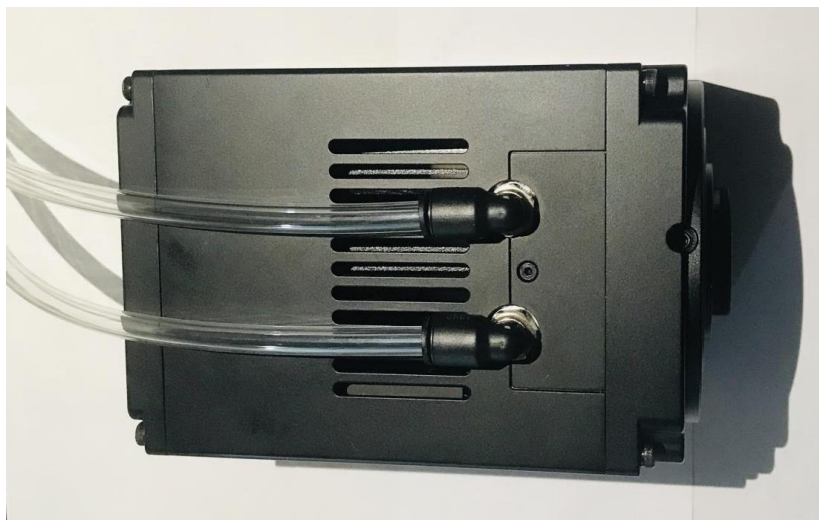

图 4-2
- (1) 将相机放置于平稳的工作台上；
- (2) 将水冷管连接到相机上面的水管接头上，确保插入到位，如下图 4-2 所示；
- (3) 将水管插到冷却水循环机的水嘴上并用卡箍锁紧；
- (4) 冷却水循环机水管与相机水管通过转接阀进行连接。